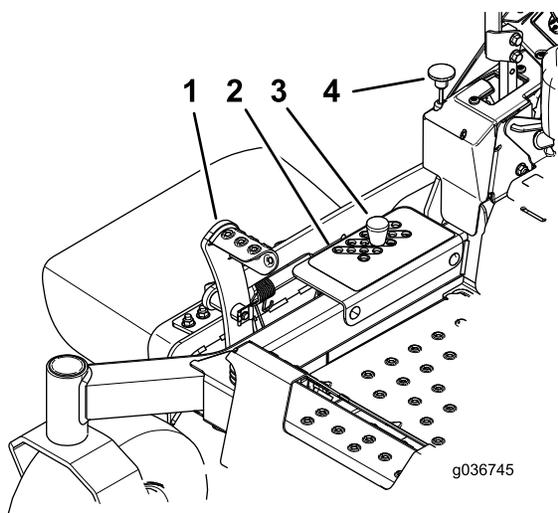

Figure 34
- Appuyez sur la pédale de levage du tablier avec le pied et élevez le tablier à la position de TRANSPORT (qui est aussi la position de hauteur de coupe de 127 mm [5 po]), comme montré à la Figure 34.
- Retirez l'axe du support de hauteur de coupe (Figure 34).
- Placez la goupille dans le trou du support correspondant à la hauteur de coupe voulue (Figure 34).